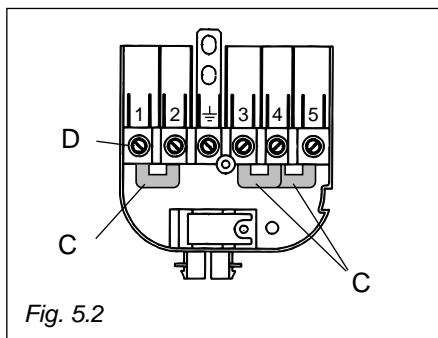
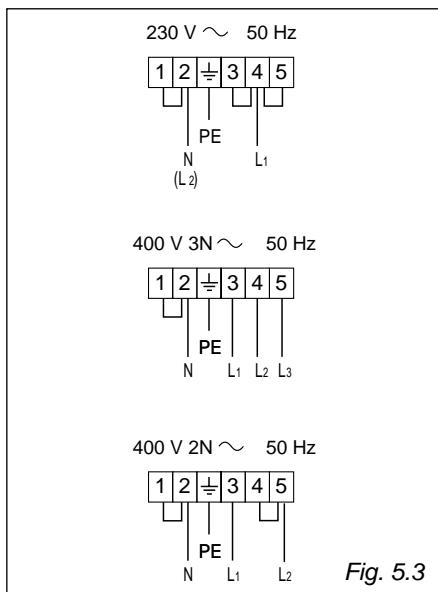

Fig. 5.2
Fig. 5.3
- ✓ Posizionare i cavallotti C sulla morsetteria D (fig. 5.2) secondo lo schema di fig. 5.3
- ✓ Inserire il cavo di alimentazione, di tipo e sezione adeguata (vedere capitolo specifico), nel passacavo F della protezione B e collegare i cavi di fase e di terra ai rispettivi morsetti della morsetteria D secondo lo schema di fig. 5.3.